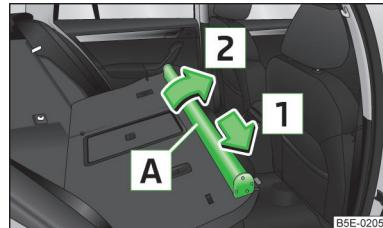

Fig. 104
- › Desplace la carcasa de la red de separación **A** en el sentido de la flecha **1** y sáquela de los alojamientos en los asientos traseros en el sentido de la flecha **2** » fig. 104.
- › Desplace la carcasa de la red de separación en el sentido contrario al de la flecha **1** » fig. 104 hasta el tope.